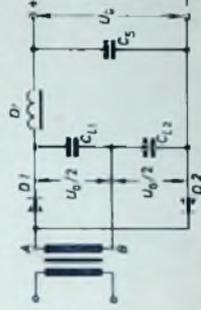

Bild 69, Spannungsverdopplerschaltung
Mit derselben Formel kann man auch jeden der beiden Ladekondensatoren  $C_{L1}$  und  $C_{L2}$  in der Spannungverdopplerschaltung (Bild 69) berechnen. Schließt man den Gleichrichter mit einem größeren Kondensator, als Gl. (41) verlangt, ab, so vermindert sich annähernd proportional die Brummspannung; bei Verkleinerung von  $C_L$  vergrößert sie sich etwa proportional. Es ist aber zu beachten, daß man den Ladekondensator höchstens um die Hälfte des Rechenwertes nach Gl. (41) verkleinern darf, wenn der Gleichrichter funktionsfähig bleiben soll. Bei der Dimensionierung nach Gl. (41) ist die Brummspannung an  $C_L$  rund 10% der Gleichspannung. (Wird fortgesetzt)
Die einfachste Vervielfacherschaltung ist die Verdopplerschaltung (Bild 69). Man wend diese Schaltungen immer dann an, wenn die vorhandene Wechselspannung zur Herstellung der erforderlichen Gleichspannung nicht ausreicht. Die Spannungsverdopplerschaltung läßt sich als Serienschaltung zweier Einweggleichrichter darstellen, von denen jeder an seinem Ladekondensator die Spannung  $U_0/2$  erzeugt.
Beispiel: Eine Spannungsverdopplerschaltung nach Bild 69 soll mit Selen-Gleichrichtern bestückt werden. Die Ausgangsspannung soll  $U_0 = 1000$  V, der gleichgerichtete Strom  $I_0 = 8$  mA sein.